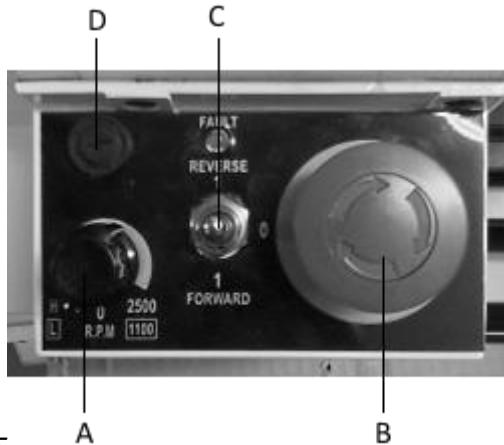

Рис.5
Установите переключатель шпинделя (Рис. 5, С) на главной панели управления в положение ВПЕРЕД (Forward), затем сбросьте аварийный выключатель, слегка нажав на красную кнопку и повернув ее по направлению к передней бабке, как указывают изображенные на ней стрелки (Рис. 5, В).
Включите станок, МЕДЛЕННО поворачивая рукоятку регулировки частоты вращения шпинделя (Рис. 5, А) по часовой стрелке. При включении питания произойдет щелчок, но шпиндель не начнет вращаться до тех пор, пока рукоятка не будет прокручена еще немного. При дальнейшем поворачивании рукоятки скорость вращения шпинделя будет постепенно возрастать.
Примите все необходимые меры предосторожности, приведенные выше, и удостоверьтесь, что заготовка беспрепятственно вращается. Установите рычаг диапазона частот вращения шпинделя в требуемое положение: ВЫСОКИЙ (HIGH) либо НИЗКИЙ (LOW) диапазон. Установите переключатель шпинделя (Рис. 5, С) на главной панели управления в положение ВПЕРЕД (Forward). Проверьте, включен или выключен рычаг автоматической подачи в зависимости от того, требуется ли она.
5. Резко зацепите рычаг автоматической подачи, поверните переключатель ВПЕРЕД/ВЫКЛ./РЕВЕРС (Рис. 5, С) в положение ВПЕРЕД.
6. Как только инструмент достигнет конца резьбы, поверните переключатель (Рис. 5, С) в положение ВЫКЛ.
9. Поверните переключатель (Рис. 5, С) в положение «РЕВЕРС» (REVERSE), суппорт переместится назад к началу резьбы, затем поверните переключатель (Рис. 5, С) в положение ВЫКЛ. (OFF).